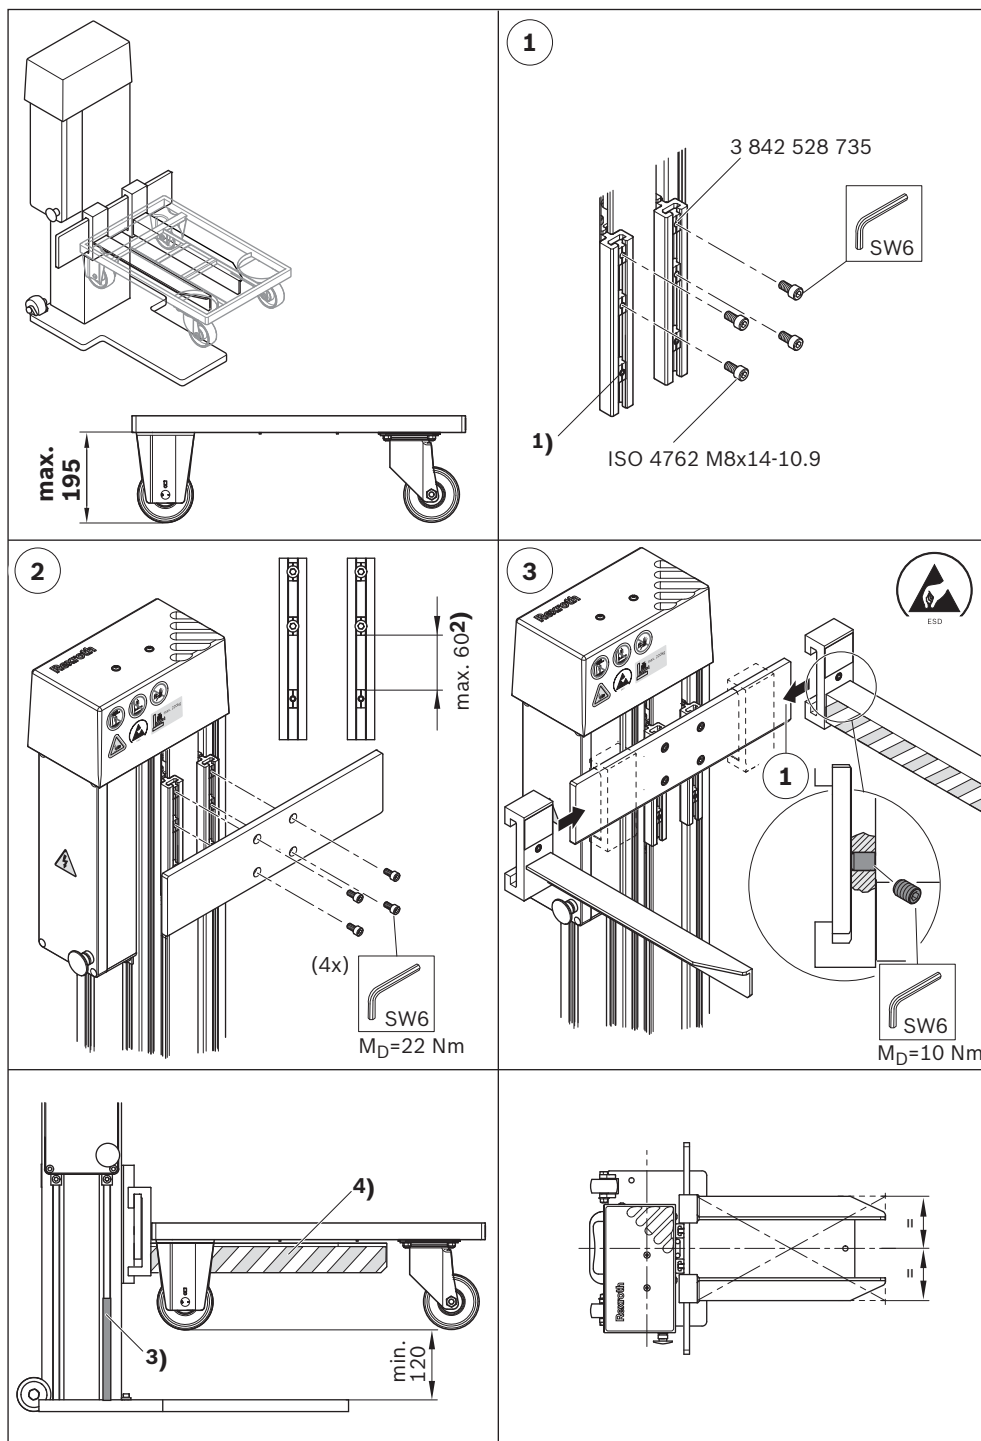

Fig. 9: Montering monteringsplate, gafler for hjultraller med en bakkeklaring på maks. 195 mm
- Hjultraller med maks. 195 mm bakkeklaring (se side 19, fig. 9)